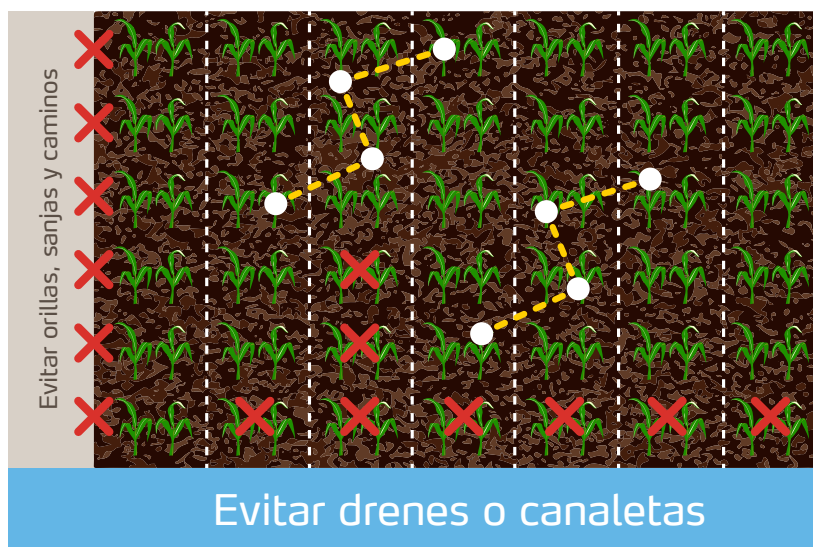

Ilustración 1, Ejemplificación de un muestreo al azar en zig-zag.
- Se deben excluir muestras de las orillas de caminos y/o drenes, ejemplo en la ilustración 1.